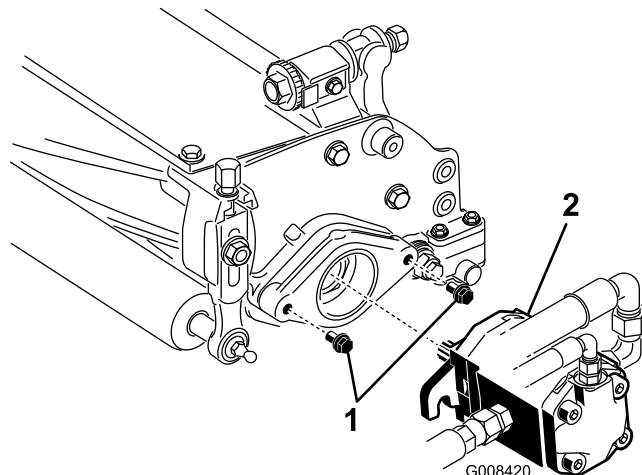

Figura 18
- Coloque los tornillos de montaje del motor de tracción del molinete en cada unidad de corte. Deje expuesta 13 mm aproximadamente de rosca en cada tornillo de montaje (Figura 18).
- Recubra de grasa limpia el eje del motor e instale el motor girándolo en el sentido de las agujas del reloj de manera que las bridas del motor no choquen con los pernos. Gire el motor en el sentido contrario a las agujas del reloj hasta que las bridas se enganchen en los pernos (Figura 18).
- Apriete los pernos de montaje** (Figura 18).